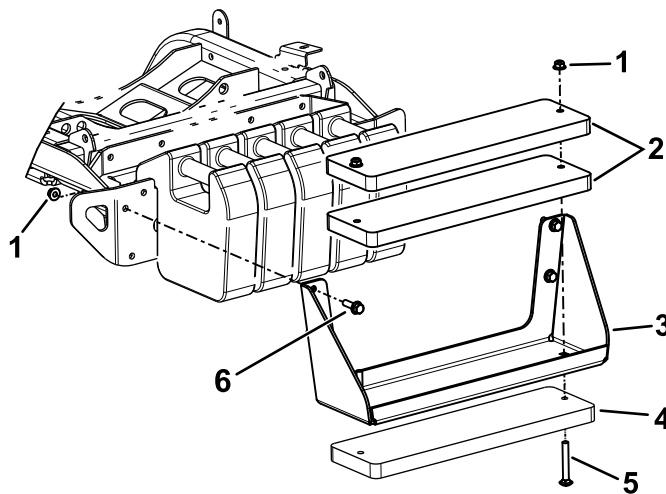

Bild 21
Hinweis: Siehe Bild 21 für diese Schritte.
- A. Befestigen Sie die drei Gewichte mit den Schrauben ($\frac{3}{8}$ " x 4") und Muttern ($\frac{3}{8}$ ") an der Ballasthalterung (Bild 21).
- B. Verwenden Sie die Sechskantschrauben und Muttern (im Kit enthalten), um die Ballasthalterung an der Maschine zu befestigen (Bild 21).
- A. Entfernen Sie die Ballasthalterung von der Maschine (Bild 21).
- C. Befestigen Sie die drei Gewichte mit den Schrauben ($\frac{3}{8}$ " x 4") und Muttern ($\frac{3}{8}$ ") an der Ballasthalterung (Bild 21).
- D. Verwenden Sie die zuvor entfernten Befestigungselemente, um die Ballasthalterung an der Maschine zu befestigen (Bild 21).